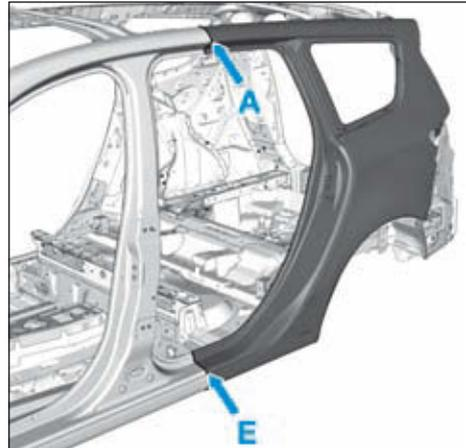

FIG.121
- Respecter les lignes de coupe (A) et (E) (Fig.121).